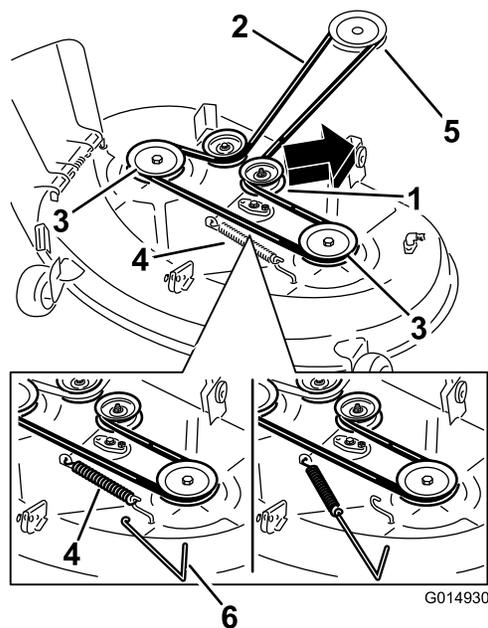

Figure 68
4. À l'aide d'un outil de dépose de ressort, décrochez le ressort du crochet sur le plateau pour éliminer la tension sur la poulie de tension et déchaussez la courroie des poulies (Figure 68).
5. Acheminez la courroie neuve autour des poulies du moteur et du plateau de coupe (Figure 68).
6. À l'aide d'un outil de dépose de ressort, accrochez le ressort au crochet sur le plateau pour tendre la poulie de tension et la courroie de plateau de coupe (Figure 68).